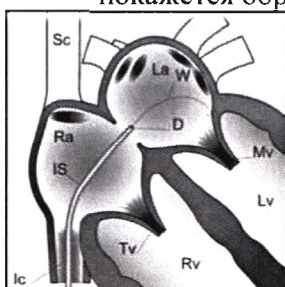
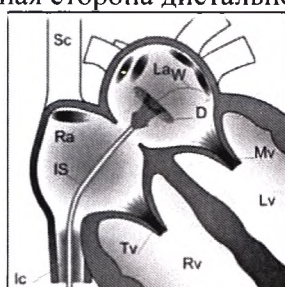

Рис. 15
Рис. 16
- Продвигайте толкатель (P), пока устройство не достигнет конца имплантационного длинного интродьюсера (IS)(рис. 15).
- Под контролем рентгеноскопии проверьте положение длинного интродьюсера (IS) и имплантата.
- Медленно продвигайте толкатель (P), пока при визуализации в левом предсердии не покажется обратная сторона дистального диска (рис. 16).